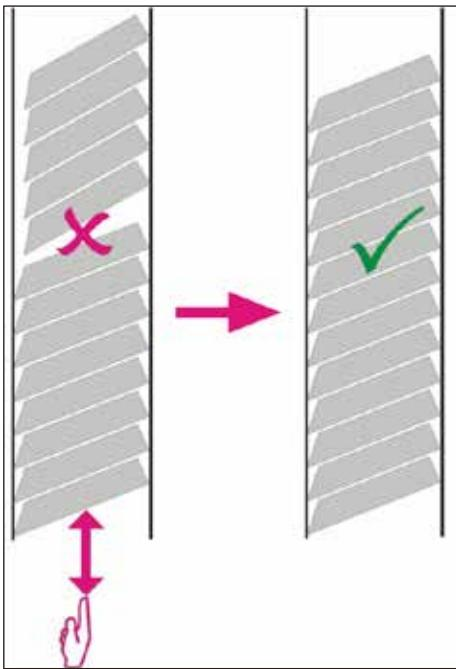

図 29
✓ カセットがマガジン内に正しく位置するはずです(→ "図 29")。
- テープで固定されたカセットを使用する場合は、新しく挿入されたスタックが以前に装填されたカセットと完全に整列していることを確認してください(→ "図 29")。